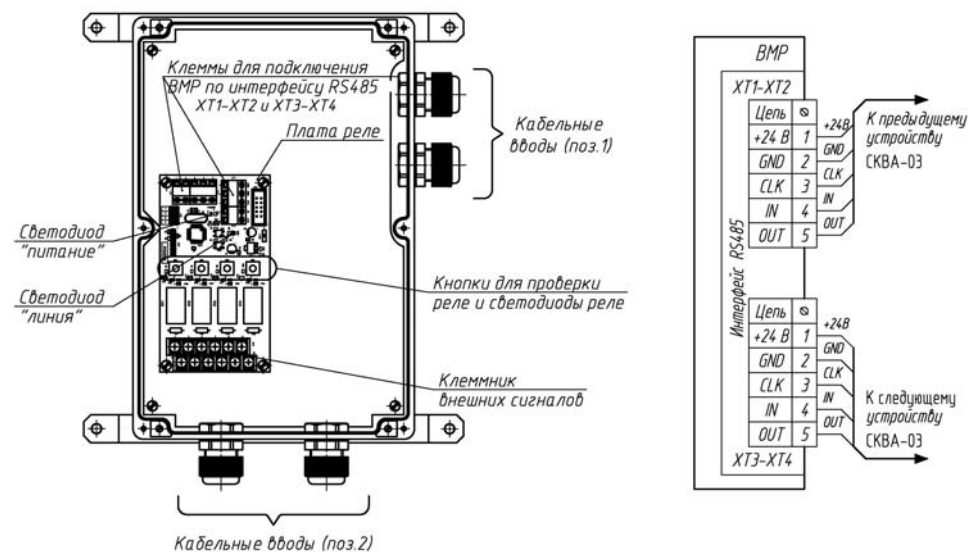

Рис.2
На каждой плате реле установлены 4 светодиодных индикатора (рис.2). Индикатор светится, когда состояние соответствующего вывода принимает значение ON. Реле при этом включено.
- Подключить кабель к разъемам (XT1-XT2 и XT3-XT4), установленному на плате реле в соответствии со схемой рис.2.